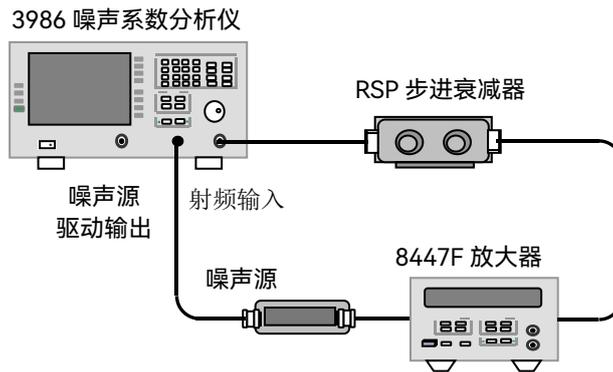

图 8.6 增益测量范围和测量不确定度测试框图
- 步骤 1. 如图 8.6 所示连接测试系统，开机预热 30min。